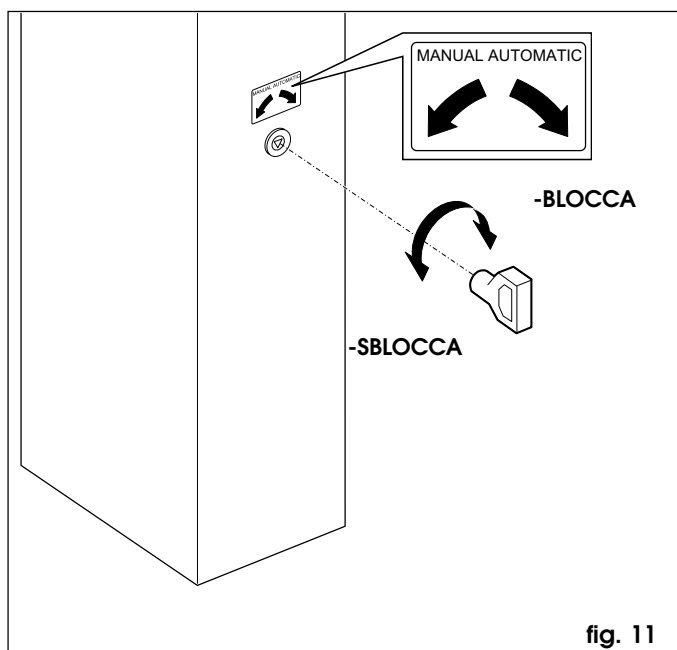

fig. 11
- Inserire la chiave triangolare standard (Fig.11) nella serratura e ruotarla in **senso antiorario** di 1 giro.